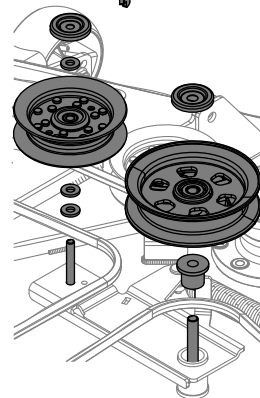

Figure 55
4. Pour retirer les deux poulies de tension, enlevez les écrous autobloquants supérieurs des poulies et retirez les poulies du bras de renvoi. Voir Figure 55.